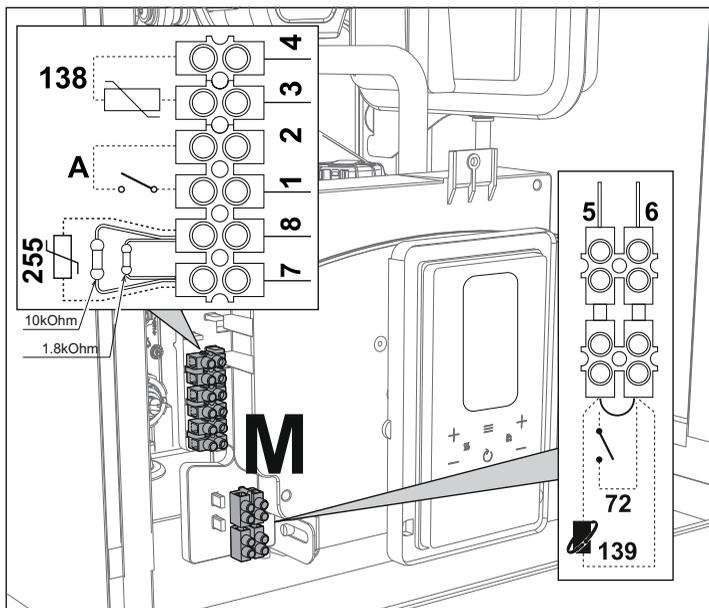
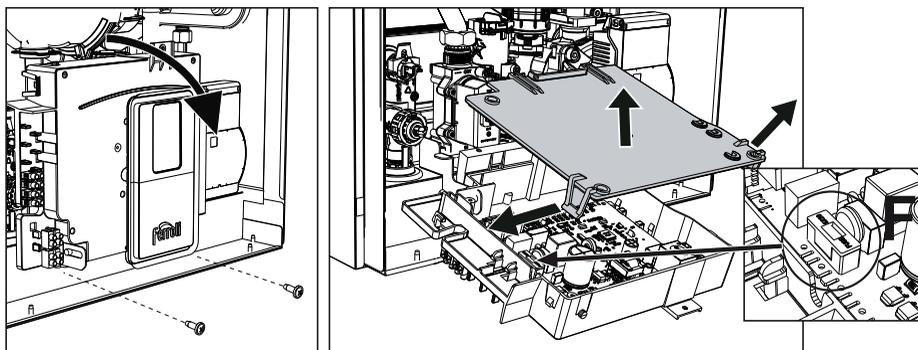

fig. 29
fig. 30
Después de quitar el panel frontal ( "Apertura del panel frontal" on page 102 ) es posible acceder a las borneras (M) y al fusible (F) como se indica a continuación (fig. 29 y fig. 30). **Los bornes indicados en la fig. 29 deben tener contactos secos (no 230 V)**. La posición de los bornes para las diferentes conexiones también se ilustra en el esquema eléctrico de la fig. 66.
### Configuración del interruptor ON/OFF (A fig. 29)